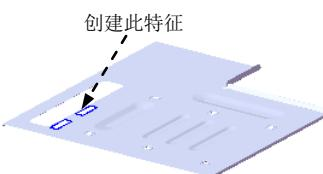
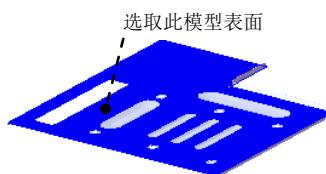
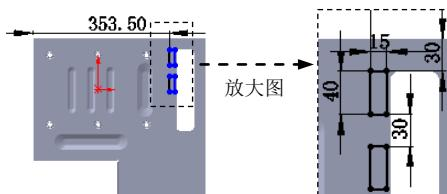

图 17.10.92 创建切除一拉伸 4
图 17.10.93 定义草图平面
图 17.10.94 横断面草图
Step27. 创建图 17.10.92 所示的切除一拉伸 4。选择下拉菜单 **插入(I)** → **切除(C)** → **拉伸(E)...** 命令；选取图 17.10.93 所示的模型表面为草图平面，绘制图 17.10.94 所示的横断面草图；采用系统默认的切除深度方向；在 **方向1** 区域的下拉列表中选择 **完全贯穿** 选项。单击 按钮，完成切除一拉伸 4 的创建。